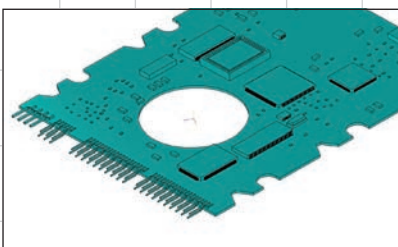

Рис. 26. Перестроение платы с ускорением почти в 2 раза (159 с /83 с)
- и использованию дерева габаритов. Обработка компланарных граней происходит уже после их слияния, а не до него, как было в C3D V16 (рис. 26 и 27);